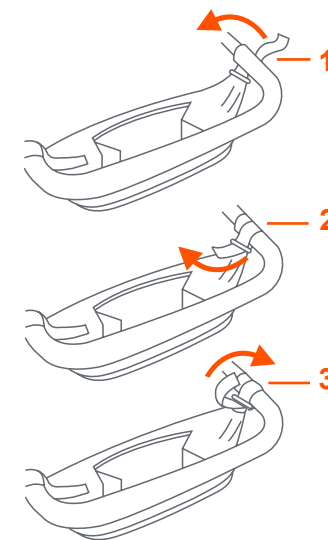

Fig. 5a
Use the hook and loop to hang the soft parent organizer onto the stroller handle. Follow illustrations 1 through 3 (Fig. 5a). Be sure to fasten tightly.
- **Ajuste El Organizador Flexible Para Padres:** Utilice el gancho y la arandela para colgar el organizador flexible para padres en el mango del carrito. Siga las ilustraciones 1 a 3 (Fig. 5a). Asegúrese de ajustarlo firmemente.
- **Sangle Du Panier De Rangement Souple Pour Parents:** Utilisez le crochet et la boucle pour fixer le panier de rangement souple pour parents à la poignée de la poussette. Suivez les illustrations 1 à 3 (Fig. 5a). Assurez-vous de bien serrer la sangle.